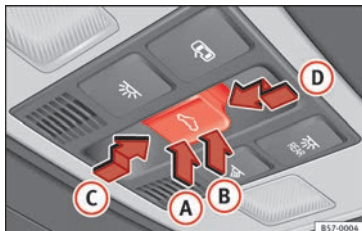

Fig. 132 Dans le ciel de pavillon : touche du toit ouvrant.
La touche  **fig. 132** présente deux niveaux. Le premier niveau permet de situer le toit en position déflectrice, d'ouvrir ou fermer entièrement ou partiellement le toit ouvrant.
- *Toit ouvrant* : avant que ne s'écoulent environ 5 secondes à partir de l'activation du dispositif anti-pincement, appuyez sur la touche  » **fig. 132** jusqu'au second niveau dans »
le sens de la flèche » fig. 132 ① jusqu'à ce que le toit se ferme complètement.